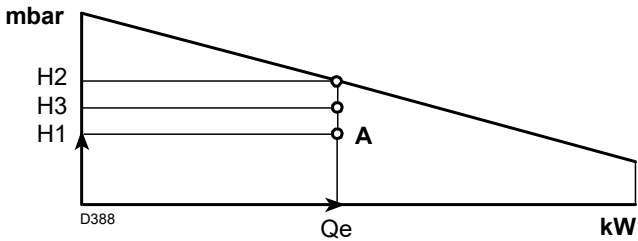

Fig. 3
- 4 Tracer une verticale à partir du **point A** (Fig. 3) et trouver la pression maximum «**H2**» de la plage de puissance.
– Si «**H3**» est supérieur à «**H1**» (Fig. 3), le brûleur peut émettre le débit requis.